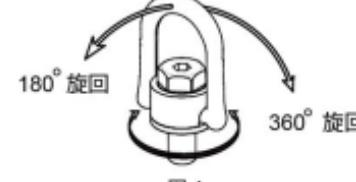

図4
- リング部分がスムーズに動くことを必ず確認してください。リングは180°、スイベルは360°旋回します(図4)。